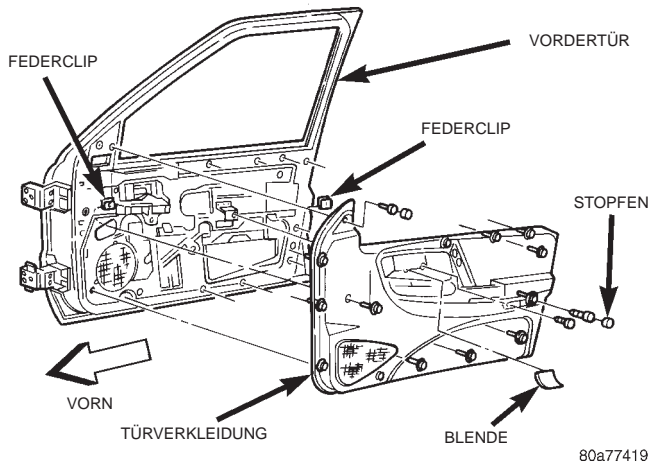

Abb. 3 Türverkleidung vorn aus- und einbauen
(1) Batterie-Minuskabel abklemmen und isolieren.
(2) Die Blende in der Nähe des Türöffnungsgriffs an der Türverkleidung abbauen. Hierzu einen Schraubendreher mit gerader Klinge in das gekerbte Ende der Blende einführen und vorsichtig nach oben hebeln.
(3) Die Schraube hinter der Blende lösen, mit der die Türverkleidung am Türinnenblech befestigt ist (Abb. 3).
(4) Stopfen und Befestigungsschraube in der Nähe des Rückteils der Armlehne lösen.
(5) Stopfen und Befestigungsschraube an der vorderen oberen Ecke der Türverkleidung lösen.
(6) Die Schraube oberhalb des Lautsprechergrills an der Türverkleidung lösen.
(7) Mit einem Hartkunststoffstab oder einem ähnlichen geeigneten Werkzeug mit breiter, flacher Klinge die Türverkleidung vorsichtig an den Kanten vom Türblech abhebeln, so daß die Verkleidungshalter gelöst werden.